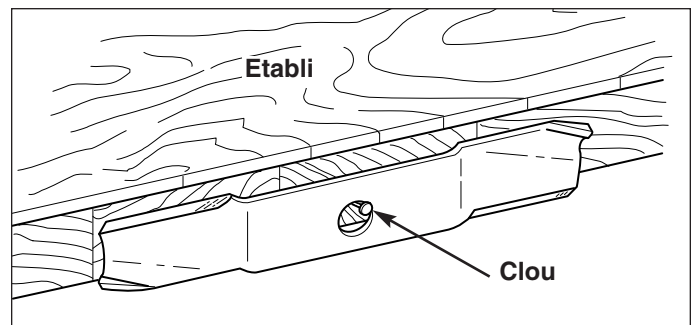

Figure 29. Equilibrage de la lame
5. Equilibrer la lame comme illustré à la figure 29. Centrer le trou de la lame sur un clou lubrifié d'une goutte d'huile. Une lame équilibrée doit rester à l'horizontale.